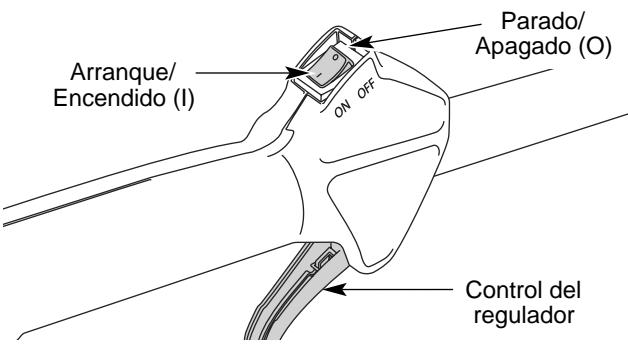

Fig. 9
- NOTA: No hay necesidad de encender la unidad. El Control de Parada Encendido/Apagado (On/Off) está en la posición Encendido (ON) (I), en todo momento (Fig. 9).
2. Oprima y mantenga oprimido el control de encendido y apagado en la posición de APAGADO (O) hasta que el motor se detenga por completo) (Fig. 9).